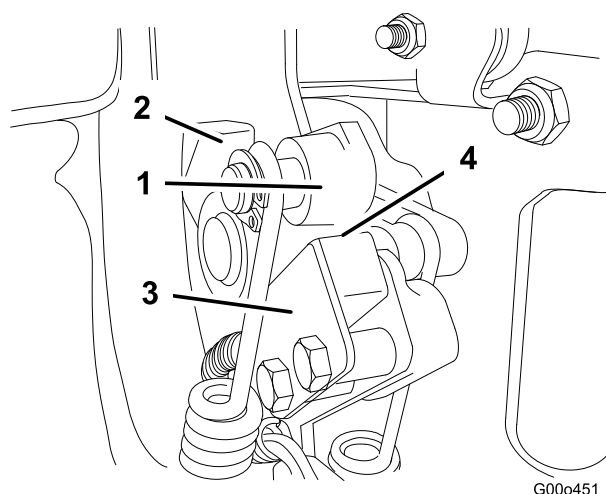

図 26
2. 走行レバーを、ニュートラル・ストップに接触させる（図 26）。
3. スイッチ（図 26）を固定しているネジをゆるめる。
4. 走行レバーとスイッチ（図 26）の間に 0.8 mm のすきまゲージをはさむ